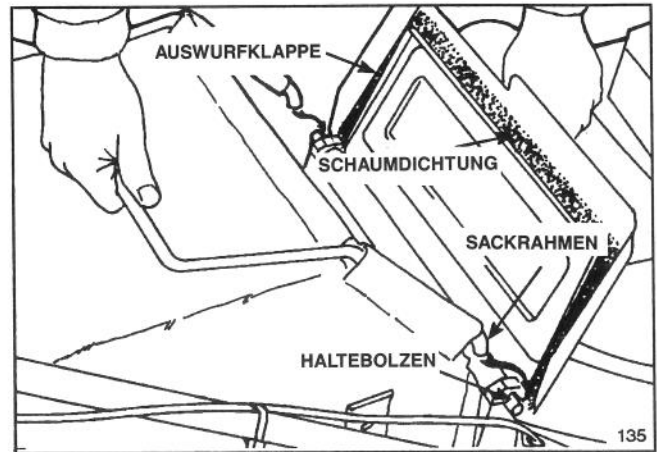

Abbildung 14
2. INSTALLIERUNG DES GRASFANGSACKS—die Auswurfklappe anheben und den Sackrahmen auf die Haltebolzen stülpen (Abb. 14). Grasfangsack auf dem Mähergehäuse über der Auswurföffnung absetzen. Klappe schließen und sicherstellen, daß Grasfangsack gut abgedichtet ist.